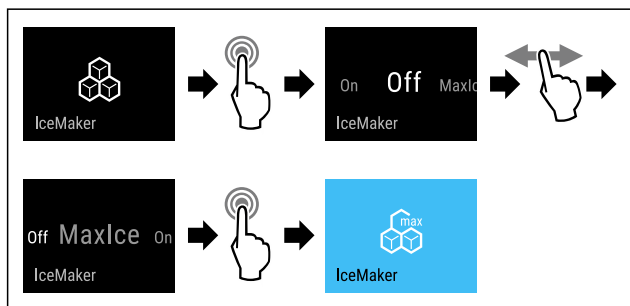

Fig. 20
- ▶ Wykonać czynności (patrz Fig. 20).